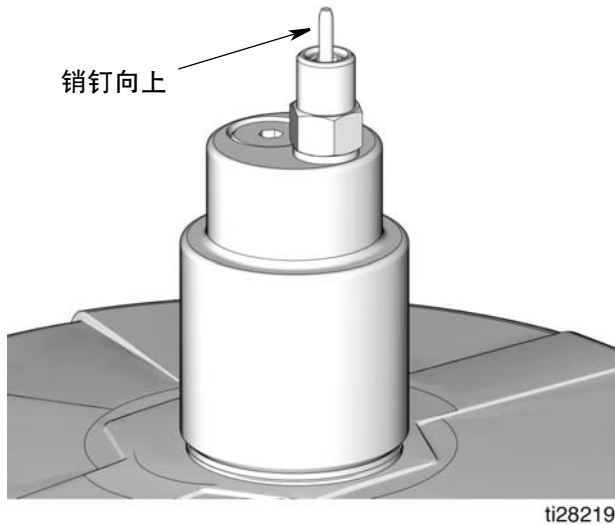

图 26
3. 从加注耦合器 (M) 拆下黄色尘盖。
4. 连接远程加注站泵 (F) 和加注耦合器端口 (标记 “1”) 之间的供料软管 (J)。
5. 启动远程加注站泵 (F)。
6. 当 G3 液箱 (D) 加注时：
- 远程加注站泵 (F) 停止 (死点)，
- 自动加注截止 (B) 销钉弹出，如图 26 所示。
- 压力计 (R) 读数升高至加注泵的设置压力。